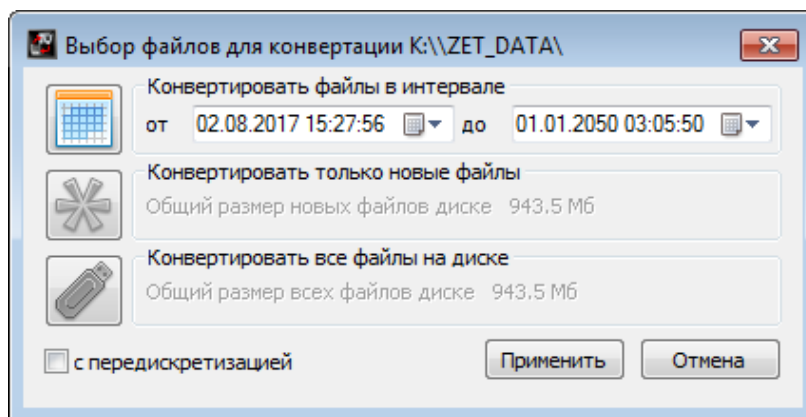

Рис. 5.1 Программа конвертации файлов
3. На компьютере автоматически запустится программа «Выбор файлов для конвертации с диска». Данная программа предназначена для копирования и конвертации файлов с внутренней памяти датчика на компьютер в формате ПО «ZETTrends» (Рис. 5.1).